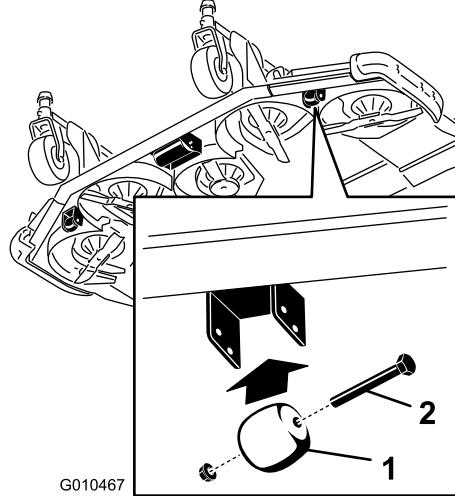

Figura 29
1. Retire el tornillo y la tuerca que fijan el eje del rodillo al soporte de la plataforma (Figura 29).
1. Retire el perno y la tuerca que fijan la rueda niveladora a los soportes de la carcasa de corte (Figura 29).